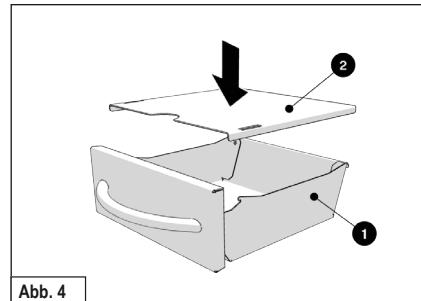

Abb. 4
- Setzen Sie den Deckel (2) auf den Aschebehälter (1) (Abb. 4).